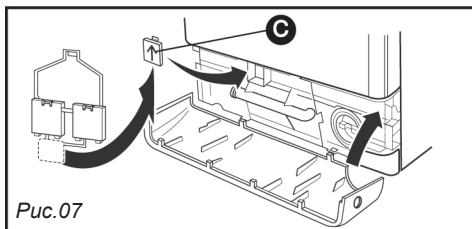

Рис.07
- Закройте отверстие, оставшееся после извлечения скобы, предусмотренной крышкой **C** (Рис. 07).
- Установите на место нижнюю панель (Рис. 07).